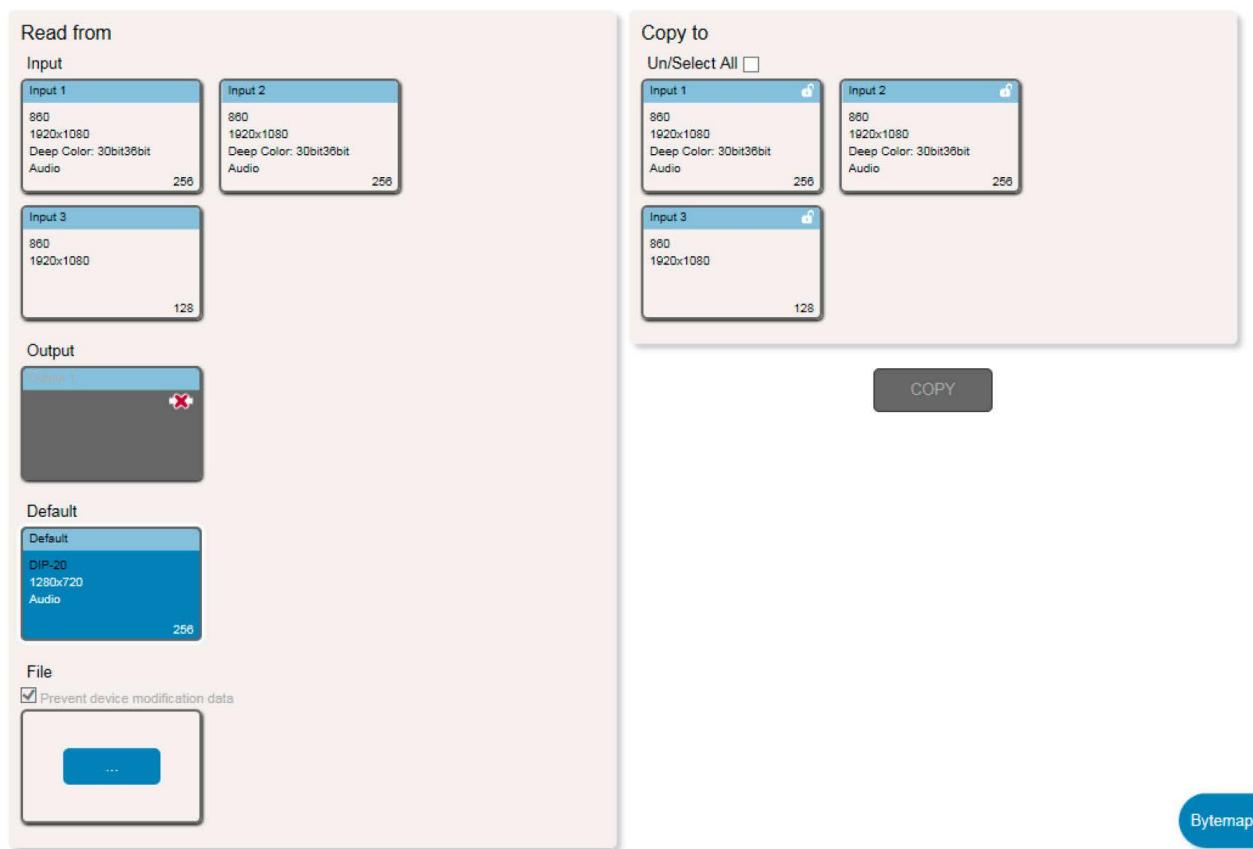

Рис. 18. Страница EDID Management
- На панели навигации кликните **EDID Management** (Работа с EDID). Появляется страница EDID Management (рисунок 18).
Появляется страница EDID Management (рисунок 18).